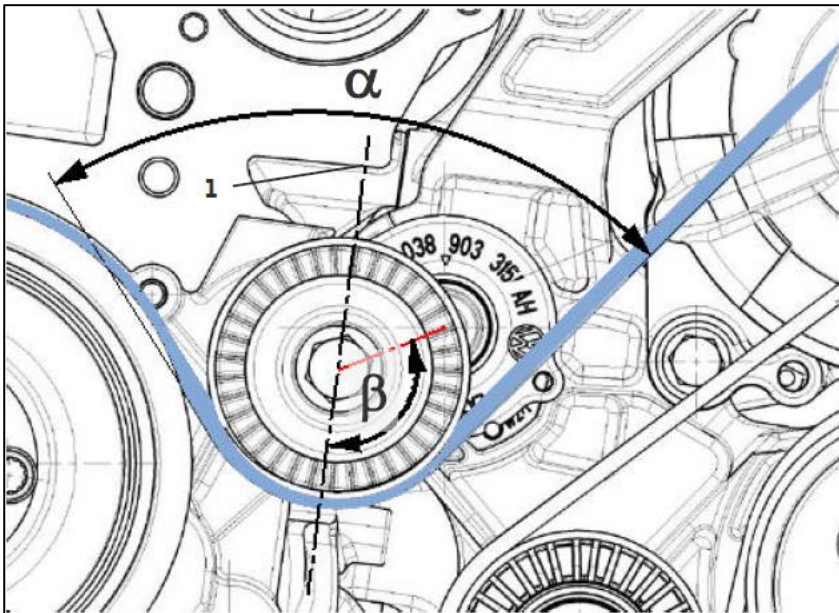

Abb.9: Riemenführung um den Riemenspanner
Insbesondere kann eine von der Serie abweichende Riemenführung über die Umlenkrolle des Riemenspanners die Funktion des Riemenspanners erheblich beeinträchtigen. Die Winkelhalbierende (1) zwischen dem auflaufenden und dem ablaufenden Riementrum sollte im Arbeitsbereich nahezu rechtwinklig ($\beta \approx 90^\circ$) zum Hebelarm des Riemenspanners verlaufen. (Abb. 9)